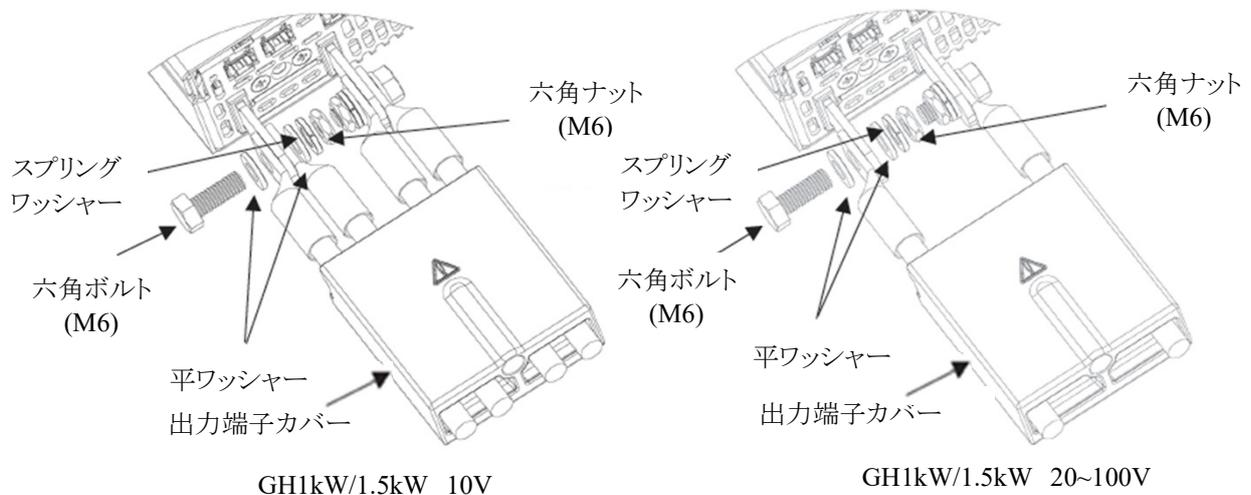

図4-20 負荷線と出力バスバーの接続(GH1kW/1.5kW)
- 図4-20に示すように負荷線を出力端子カバーを通し、負荷線を出力バスバーに固定します。